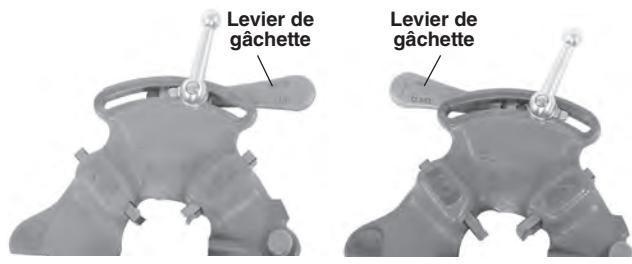

Figure 6 – Positions « Ouvert » et « Fermé » du levier de gâchette
2. Amenez le levier de gâchette à la position « ouvert » (OPEN) (Figure 6).